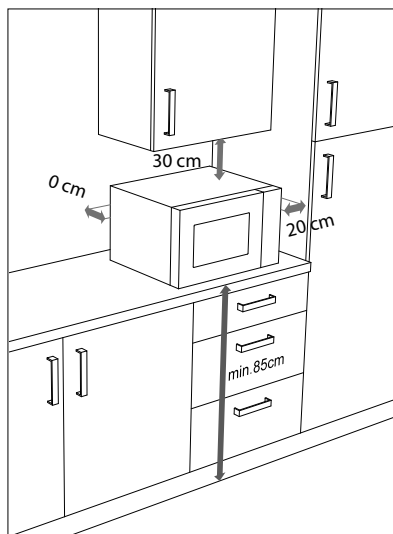

Figure 3
- ▶ Les distances illustrées dans la **fig. 3** doivent être respectées pour une ventilation suffisante. L'espaceur au dos de l'appareil doit toucher le mur. Il garantit la bonne distance lors de l'installation du four à micro-ondes.
- ▶ Les pieds (8) ne doivent pas être enlevés.